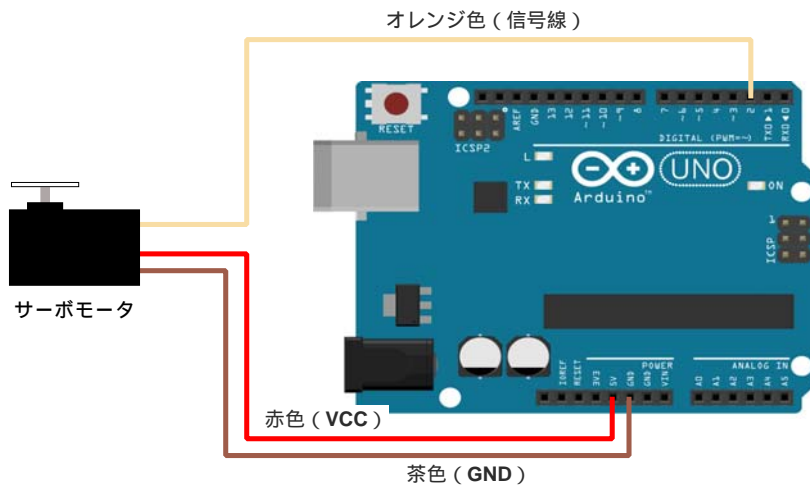

図 12: 接続図
Arduino には、サーボモータを制御するための関数が実装されている。そこで、この実験ではその関数を用い、サーボモータを図 12 のように Arduino に接続し、サーボモータを一定の時間間隔で左右に回転させるプログラムを作成する。
- 【1】 図 12 のように Arduino にサーボモータを接続